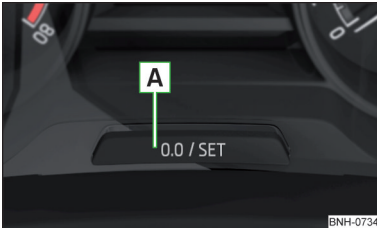

Abb. 34
➤ Die Taste **A** » Abb. 34 auf Seite 47 antippen.
- Die Taste **A** » Abb. 34 gedrückt halten, bis im Display der Menüpunkt **Uhrzeit** angezeigt wird.